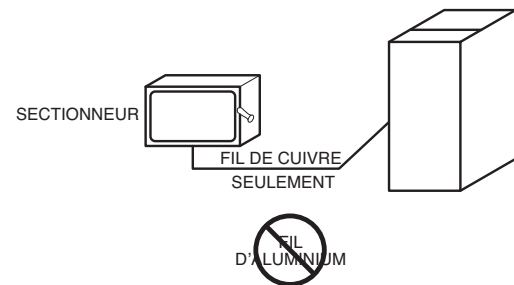

Figure 34 – Coffret électrique externe fourni sur place sur le caisson de la chaudière
1. Percez deux (2) trous de départ de 3 mm (1/8 po) dans les alvéoles du caisson de la chaudière près de la pastille défonçable ou du bouchon de 22 mm (7/8 po) sur le côté du caisson. Ne retirez pas la pastille défonçable ou le bouchon du côté du caisson.
3. Posez deux (2) vis depuis l'extérieur du caisson pour fixer le support de la boîte de jonction au caisson de la chaudière.
9. Raccordez les fils d'alimentation et neutres sur place aux fils d'alimentation électrique de la chaudière à l'intérieur du coffret électrique externe, comme illustré à la Figure 34.